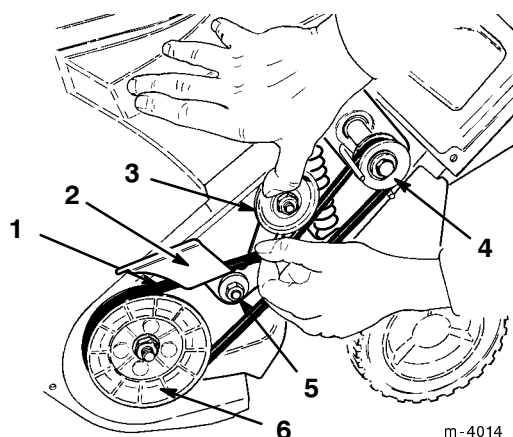

**Figure 18**
8. Desserrez les quatre écrous de montage du moteur pour permettre au guide-courroie de s'écarter de la poulie d'entraînement et pour pouvoir déposer la courroie (Fig. 18).
15. Vérifiez que l'extrémité la plus longue du ressort est accrochée dans le trou du carter et que l'extrémité arrondie est accrochée au bras de frein (Fig. 18).
16. Elevez l'ensemble bras de frein, serrez la courroie d'entraînement et faites-la passer sous la poulie folle (Fig. 18).
**IMPORTANT : Vérifiez que le câble se trouve bien sur la poulie avant de reposer le carter latéral gauche (Fig. 18).**